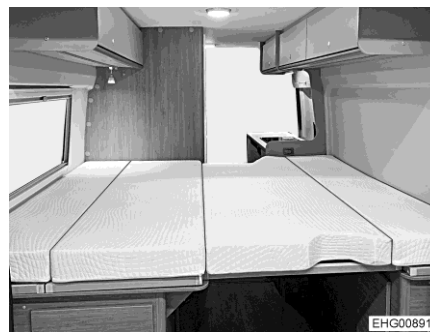

Bild 53 Madrasser
- Lägg madrasserna (Bild 53) på sängbottnarna.